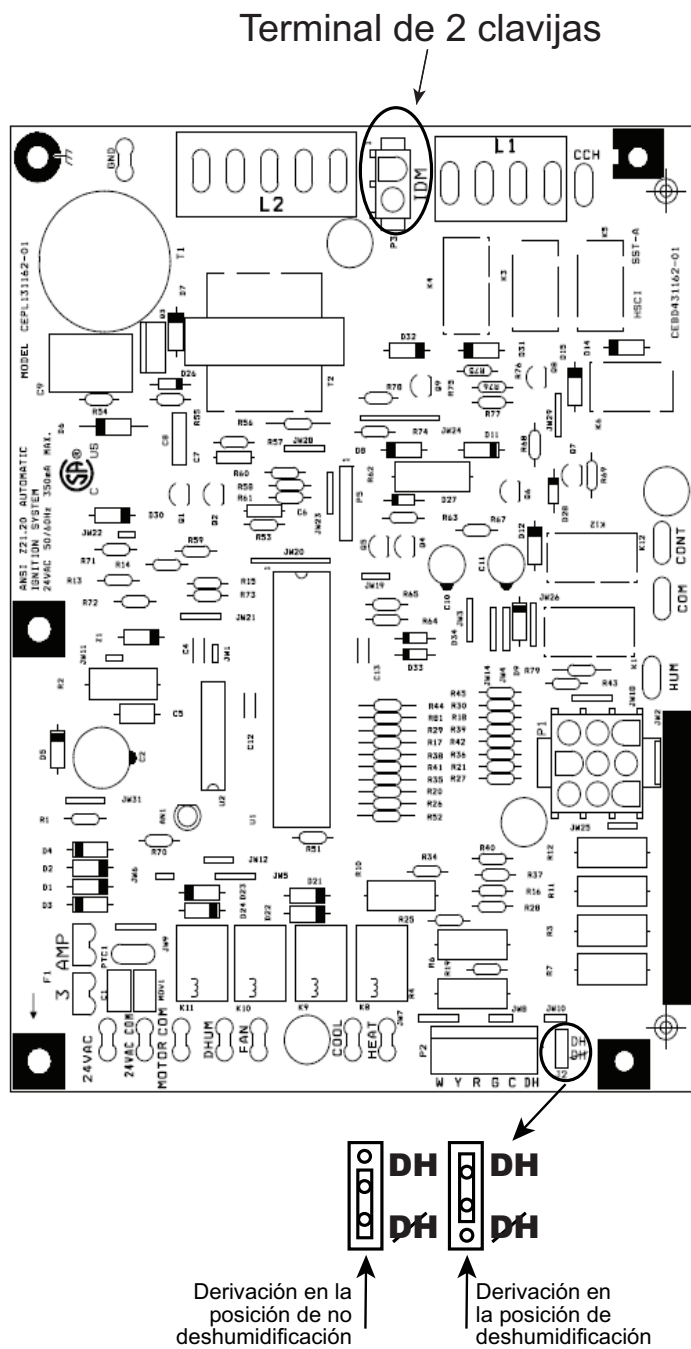

Fig. 19 – Placa de IGC de emisiones ultrabajos de NOx
Esta unidad viene configurada de fábrica para su uso con una sola velocidad del ventilador de enfriamiento. En el caso de los modelos monofásicos, la velocidad de enfriamiento tiene la marca "COOL" (Enfriamiento) en el IGC (consulte la Fig. 19). La configuración de fábrica se indica en la Tabla 9. Hay disponible hasta 3 cables adicionales de la toma de velocidad para su uso en el modo de calefacción a gas, el modo de enfriamiento o el modo de ventilador continuo (para ver la codificación por colores de los cables del motor del ventilador interior, consulte la Tabla 7). Para los modelos monofásicos, uno de los cables adicionales de la toma de velocidad está conectado al ventilador continuo y los otros 2 cables se envían sueltos en la caja de control cerca del IGC. En los modelos trifásicos, los 3 cables adicionales para la toma de velocidad se suministran sueltos con tapas de vinilo y se encuentran en la caja de control, cerca de la placa de la interfaz del ventilador (IFB) (consulte la Fig. 19).
1. Mueva el puente de la derivación de la placa del IGC a "DH" (consulte la Fig. 19).